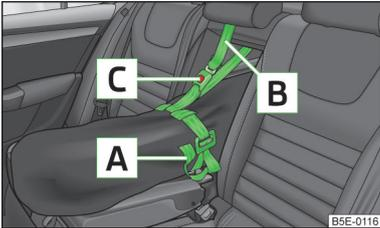

Abb. 78
- Das Zugband **A** am freien Ende um die Skier vor den Bindungen festziehen » Abb. 78.
- Nach dem Beladen mit Skiern muss der Durchladesack mit dem Sicherungsband **B** » Abb. 78 gesichert werden.